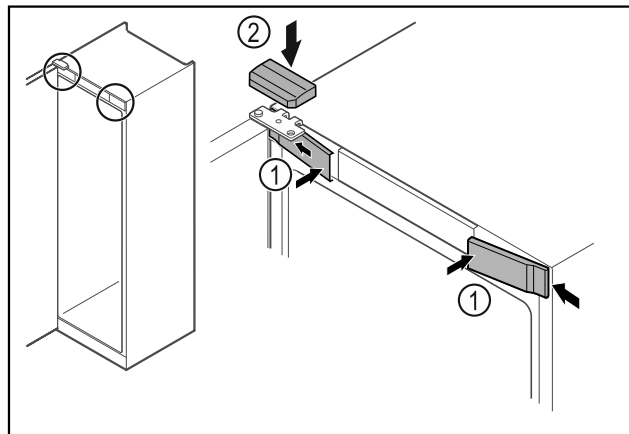

Fig. 62
- ▶ Akassza be oldalt az elülső burkolatokat Fig. 62 (1), majd pattintsa be.
- ▶ Felülről pattintsa be a felső burkolatot Fig. 62 (2).